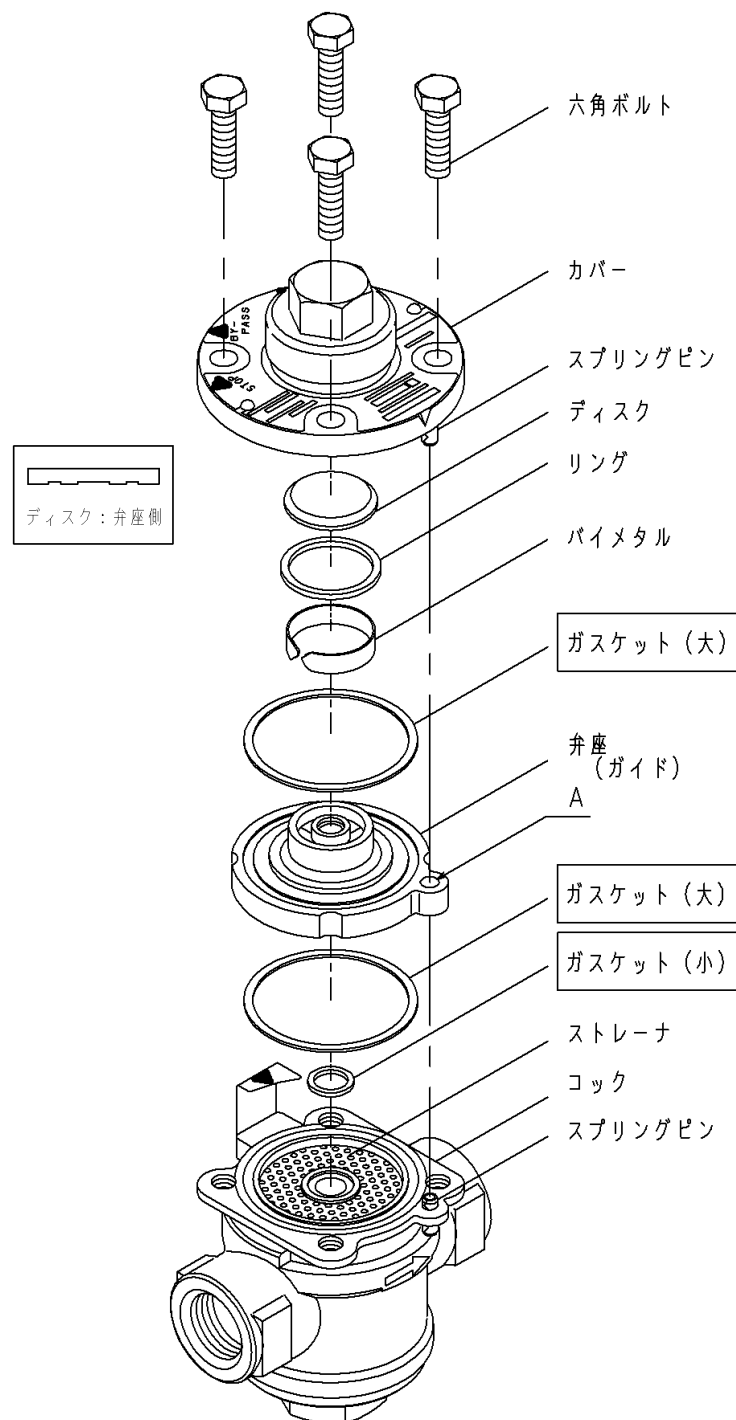

図9：分解
上表の部品名称は、「図9 分解図」を参照してください。
分解は、「図9 分解図」を参照のうえ、下記手順により行ってください。
- (3) 図9のように部品を取り外してください。
ディスクには向きがありますので、「図9 分解図」を参照ください。